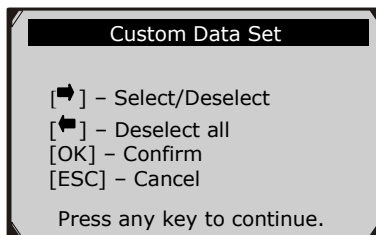

Figura 5.16
- 2) Observe las instrucciones que aparecen en pantalla. (Figura 5.16). Pulse el botón **OK** para continuar, pulse el botón **ESC**, o utilizar el botón **IZQUIERDA / DERECHA** para seleccionar **NO** y pulse el botón **OK** para volver al menú de **registro de datos**.